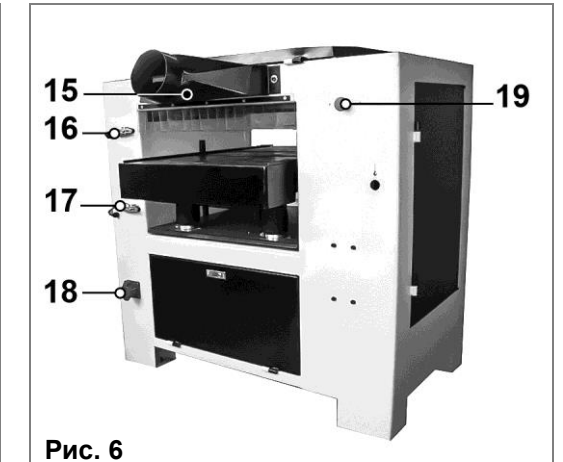

Рис. 6
7.2. Сборка станка (Рис. 6 - 7)
- нажатием красной кнопки **аварийного отключения** (19) (Рис. 6) разомкнуть контакты КМ1, КМ2, КМ3;
- отключением подключающего разъёма станка (18) (Рис. 6).